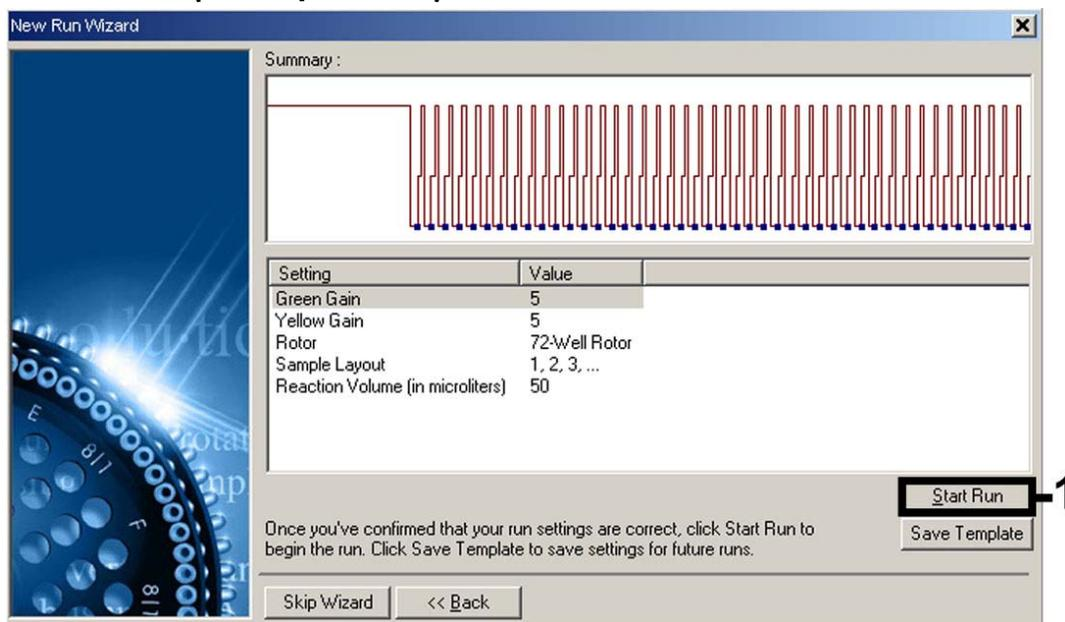

Figura 10. Avvio del processo. Si noti che sul Rotor-Gene 3000 il software definisce i coloranti di fluorescenza come "FAM/Sybr" e "JOE".
Avvio del processo	Figura 10
10. I valori del gain determinati con la calibrazione del canale sono salvati automaticamente e sono elencati nell'ultima finestra del menu della procedura di programmazione (Figura 10). Cliccare su "Start Run" (Avvio processo).